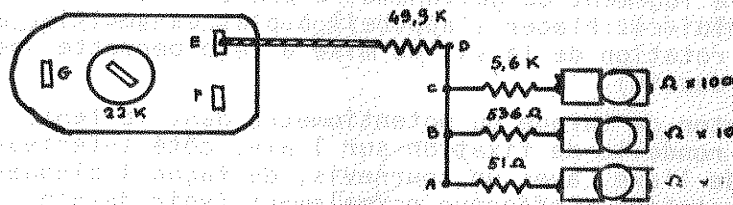

Fig. 1
Prendre 20 mm de fil étamé nu (voir Fig. 1)
- () Faire passer le fil recouvert de manchon isolant, provenant du porte-pile côté +, le long de ce porte-pile, côté extérieur vers la droite, et ensuite le long du bord du galvanomètre. Passer derrière la résistance A6 et entre les lamelles des contacts 0,05 A= et 0,5 A=. Souder au point D, sur le tout premier fil de montage. (voir Fig. 1)